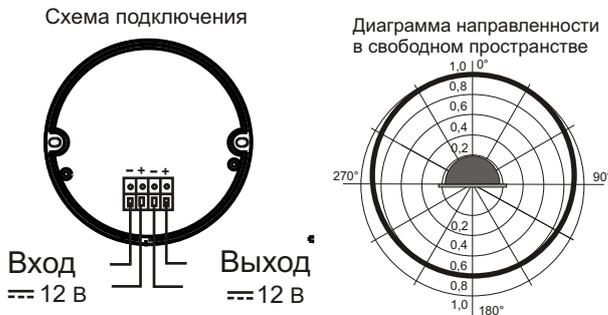

Рис.2 Схема подключения и диаграмма направленности оповещателя .
- 2.7. Диаграмма направленности звука на рис.2 (п.5.3)
5.1. Перед установкой необходимо проверить внешний вид оповещателя на наличие повреждений и проверить работоспособность следующим образом:подключить источник питания (типа Б5-7) к выводам оповещателя (рис.2), предварительно установив напряжение питания  $12 \pm 3$  В. При этом оповещатель должен выдать чередование текстового и звукового сигналов.
5.2. На рис.2 показана схема подключения и диаграмма направленности звука оповещателя